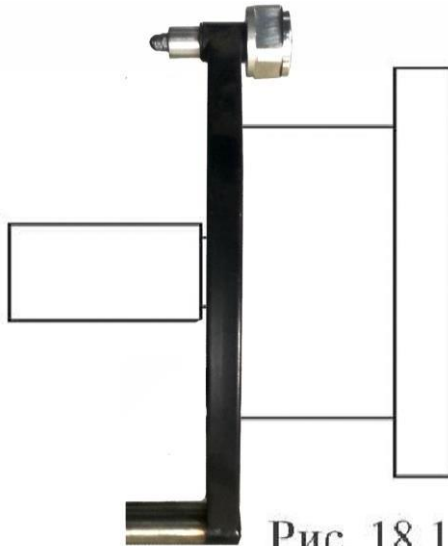
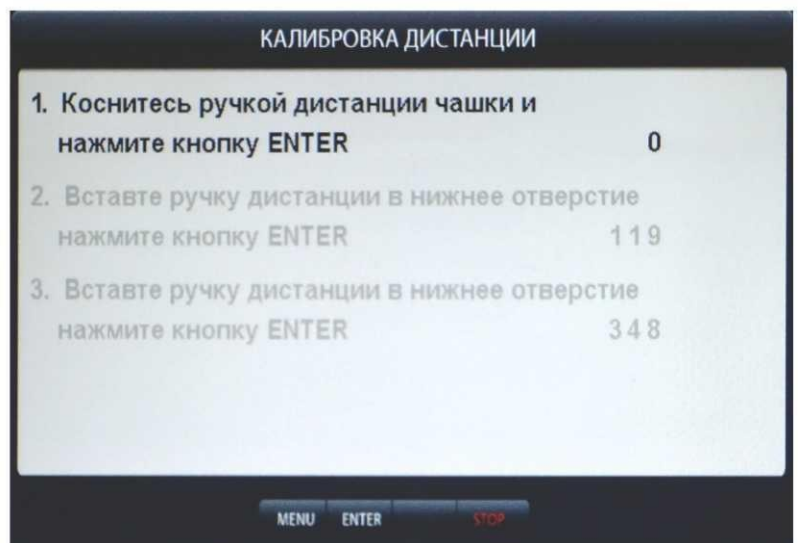

Рис. 18.1
рис.18.3
21.1.1. Калибровка тракта измерения дистанции. Для оценки погрешности устройства ввода дистанции выдвиньте штангу ввода параметров и уприте внешнюю боковую сторону её рукоятки в задний торец фланца вала, как показано на рис. 18.1. При этом на экране ввода геометрических параметров (см. рис.10.2) появится величина дистанции. Если величина дистанции не равна  $185 \pm 5$  мм, то устройство ввода дистанции требует калибровки.
КАЛИБРОВКА ДИСТАНЦИИ рис.18.3. Выдвиньте штангу ввода параметров, уприте внешнюю боковую сторону её рукоятки в задний торец фланца вала, как показано на рис. 18.1 и нажмите кнопку «ENTER». В окне КАЛИБРОВКА ДИСТАНЦИИ выделится второй пункт: «2. Вставьте ручку дистанции в нижнее отверстие, нажмите кнопку «ENTER»